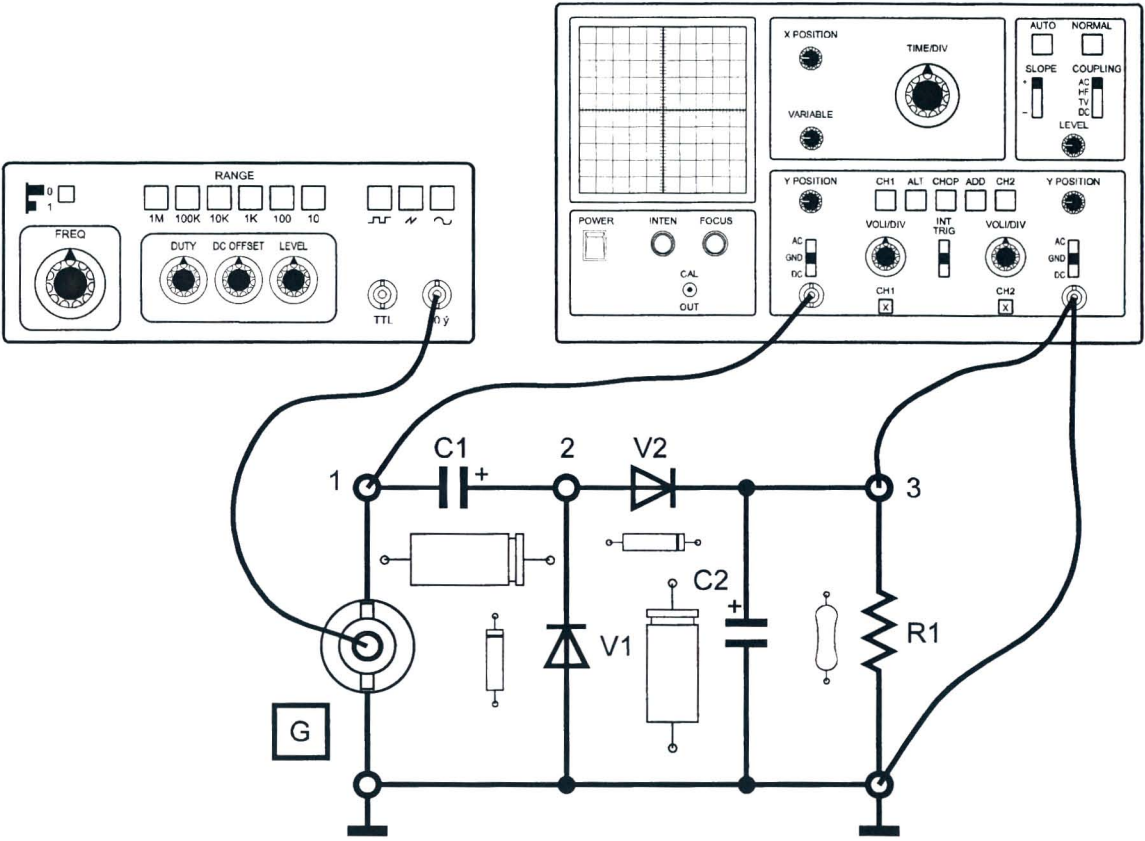

Fig. 3.2
- 6) conectar el generador de señales y el osciloscopio como en la Fig. 3.2;